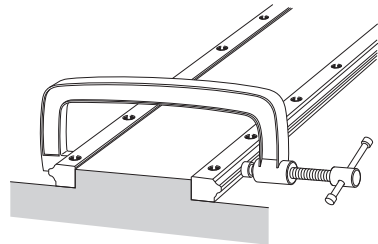

Fig.22
(2) Utilice un tornillo de banco pequeño para sujetar los dos rails LM a la base, de forma tal que éstos establezcan contacto cercano con la superficie de referencia. Luego ajuste los tornillos de montaje con el par de apriete recomendado (consulte B1-101). (Fig.22)